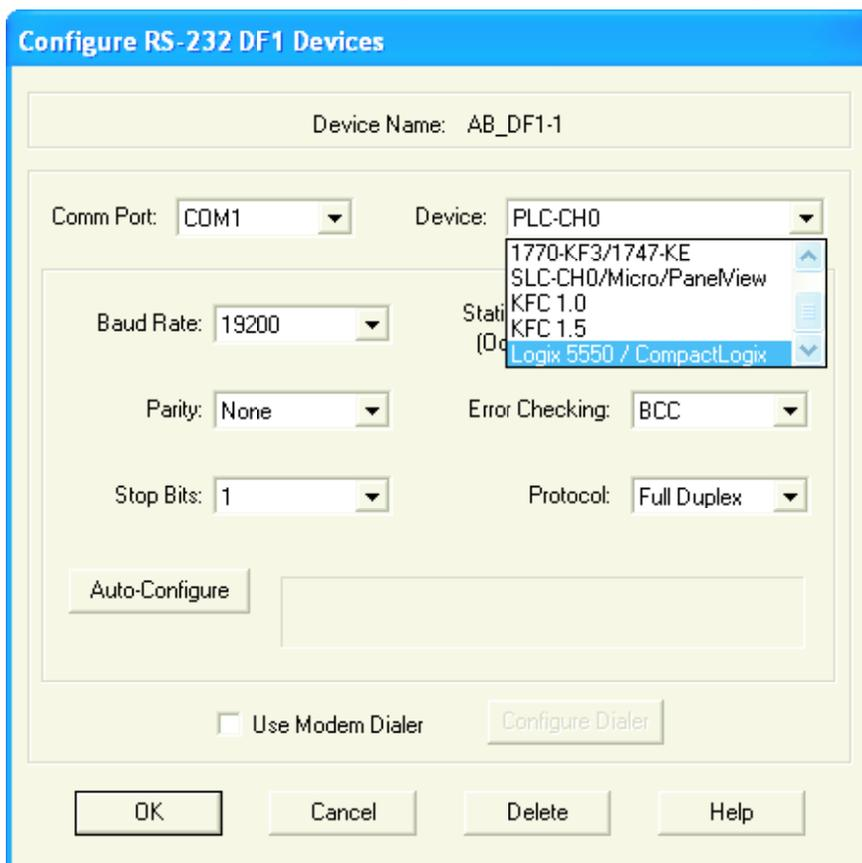

Abbildung 11-4: Konfiguration eines RS232 DFI Geräts
7. Klicken Sie auf „Add New“ und geben Sie einen passenden Treibernamen in das erscheinende Pop-up Fenster ein. Bestätigen Sie mit „OK“. Das Fenster „Configure RS-232 DF1 devices“ wird geöffnet (Abbildung 11-4).